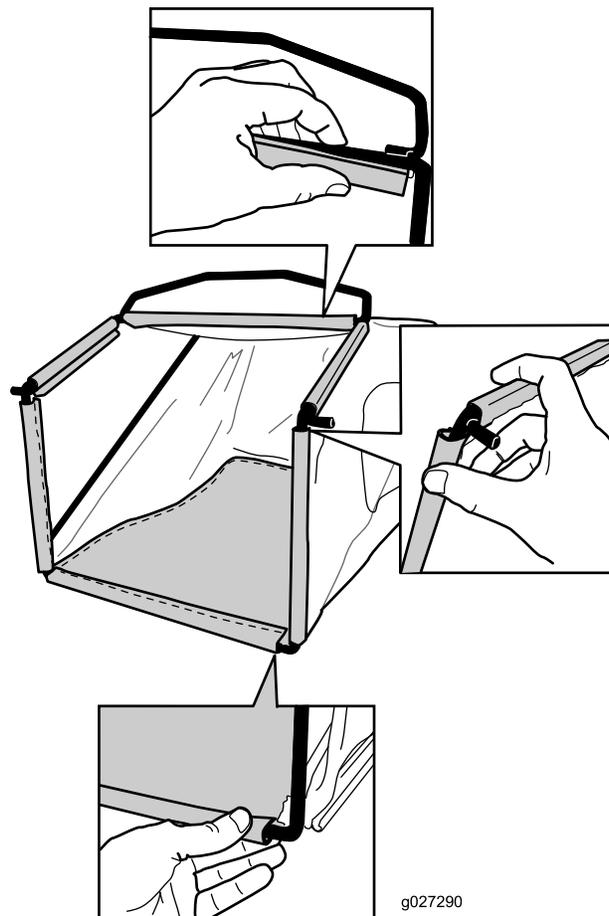

**Figura 7**
**Nota:** Não deslize o saco sobre pega (Figura 7).
1. Deslize o saco de relva sobre estrutura como se mostra na Figura 7.